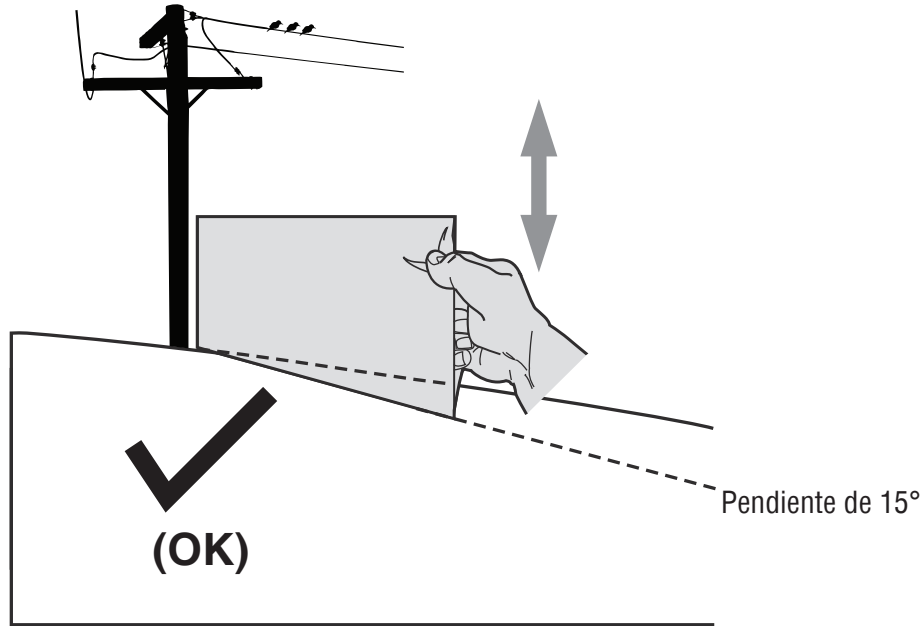
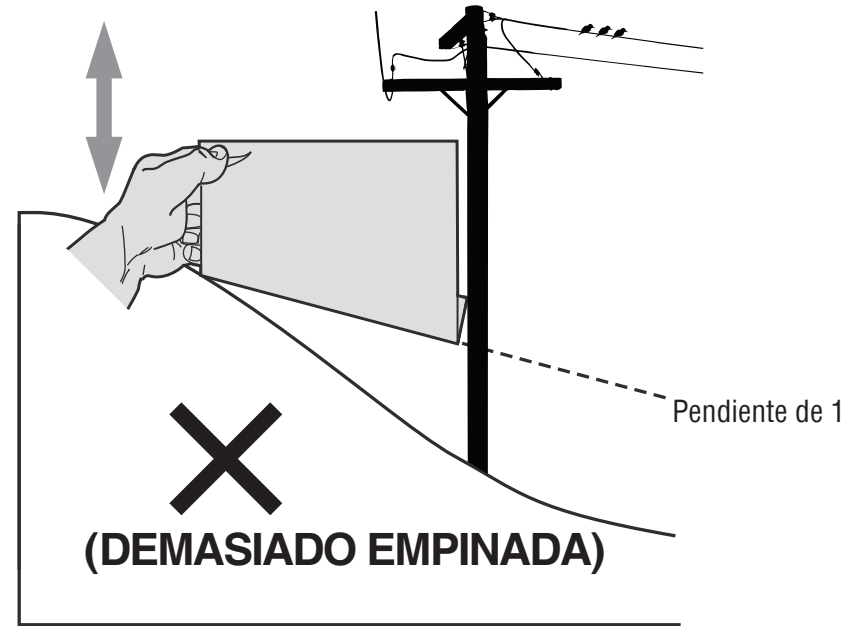

Figura 1
Figura 2
3. Alinee cualquier lado del indicador de pendiente con el objeto (consulte la Figura 1 y la Figura 2).
4. Ajuste el medidor hacia arriba o hacia abajo hasta que la esquina izquierda toque la pendiente (consulte la Figura 1 y la Figura 2).
5. Si hay un espacio debajo del indicador, la pendiente es demasiado empinada para una operación segura (consulte la Figura 2 arriba).
1. Levante el mango de la posición de plegado a la posición de trabajo (Figura 2).